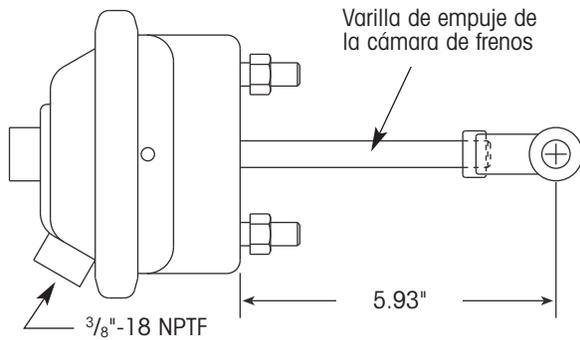

Figura 94. Longitud libre de la cámara de frenos
17. Mida la varilla de empuje de la cámara de frenos. Si es necesario, gire la horquilla para obtener una longitud libre de 5.93 pulgadas (figura 94).
9. Mida la varilla de empuje de la cámara de frenos. Si es necesario, gire la horquilla para obtener una longitud libre de 5.93 pulgadas (figura 94).